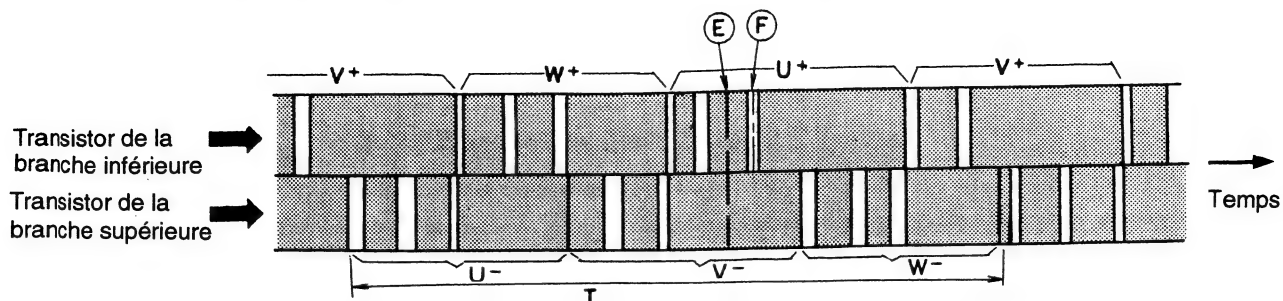

Fig. 3-2 Ordre de commutation du module d'alimentation
- Le temps T de la figure 3-2 représente la période de commutation, et la relation avec la vitesse de rotation (N) du compresseur est représentée par la formule suivante: